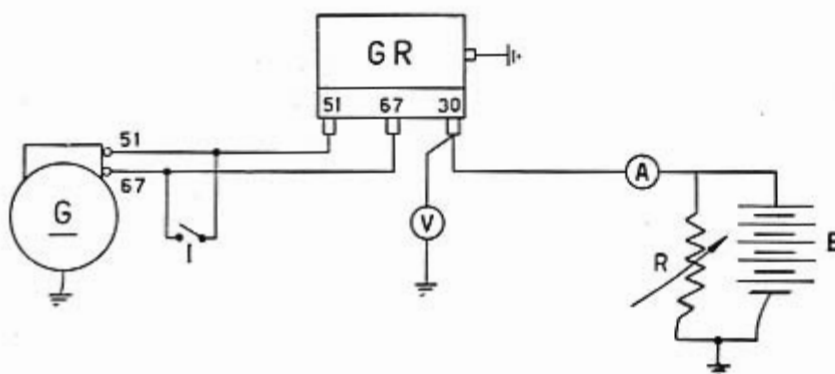

Fig. 349.
a) Brancher le groupe régulateur suivant le schéma (fig. 349).
On devra l'effectuer aussitôt après celui du régulateur de tension, en utilisant le même schéma de fig. 349 et les mêmes appareils, excepté l'ampèremètre qui devra avoir 40 A à fond d'échelle.